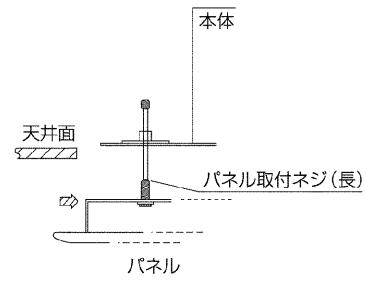
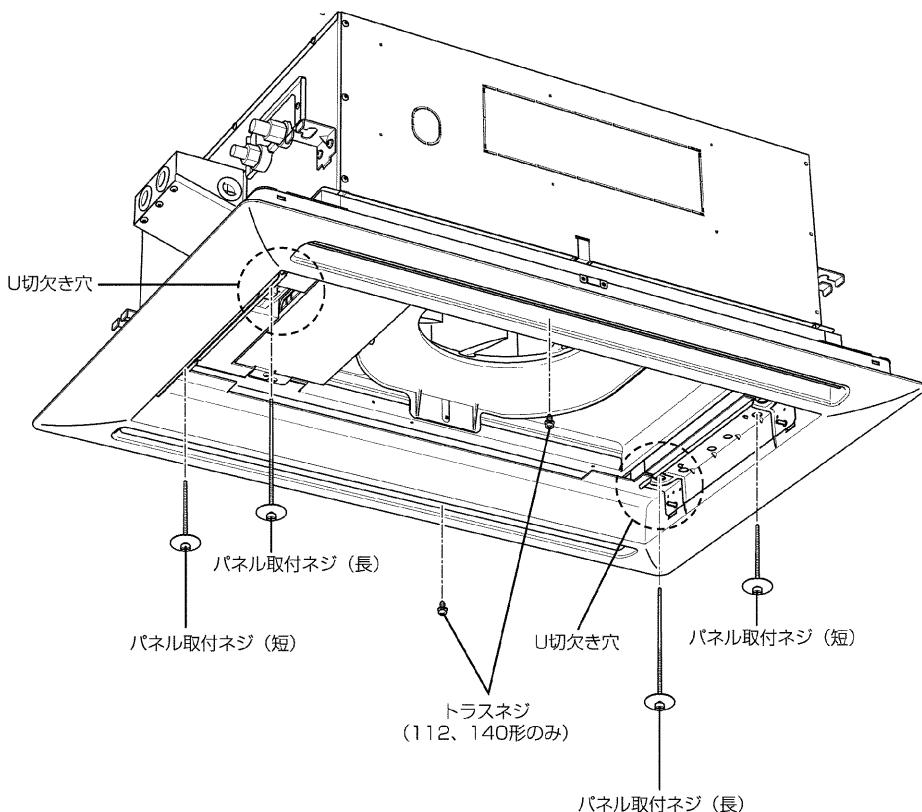

図6
図12
方向を合わせたら仮止めしたパネル取付ネジ（長）にパネル本体吸込口部の切欠き穴を引っ掛けます。（図6）最初に反配管側、次に配管側を引っ掛けます。（図12）（配管側はパネル取付ネジ（長）を内側に押して引っ掛けると作業が楽に行えます）この状態でパネル本体は仮止めされますが、パネルを持上げたり、強く揺らすと外れることがありますので、パネル取付ネジ（短）2本で残りの2ヶ所を取付けてください。
2. 1が完了しましたら図6および図7で仮止めしていた取付けネジ（長）および（短）とトラスネジを締付けてください。
(図12)